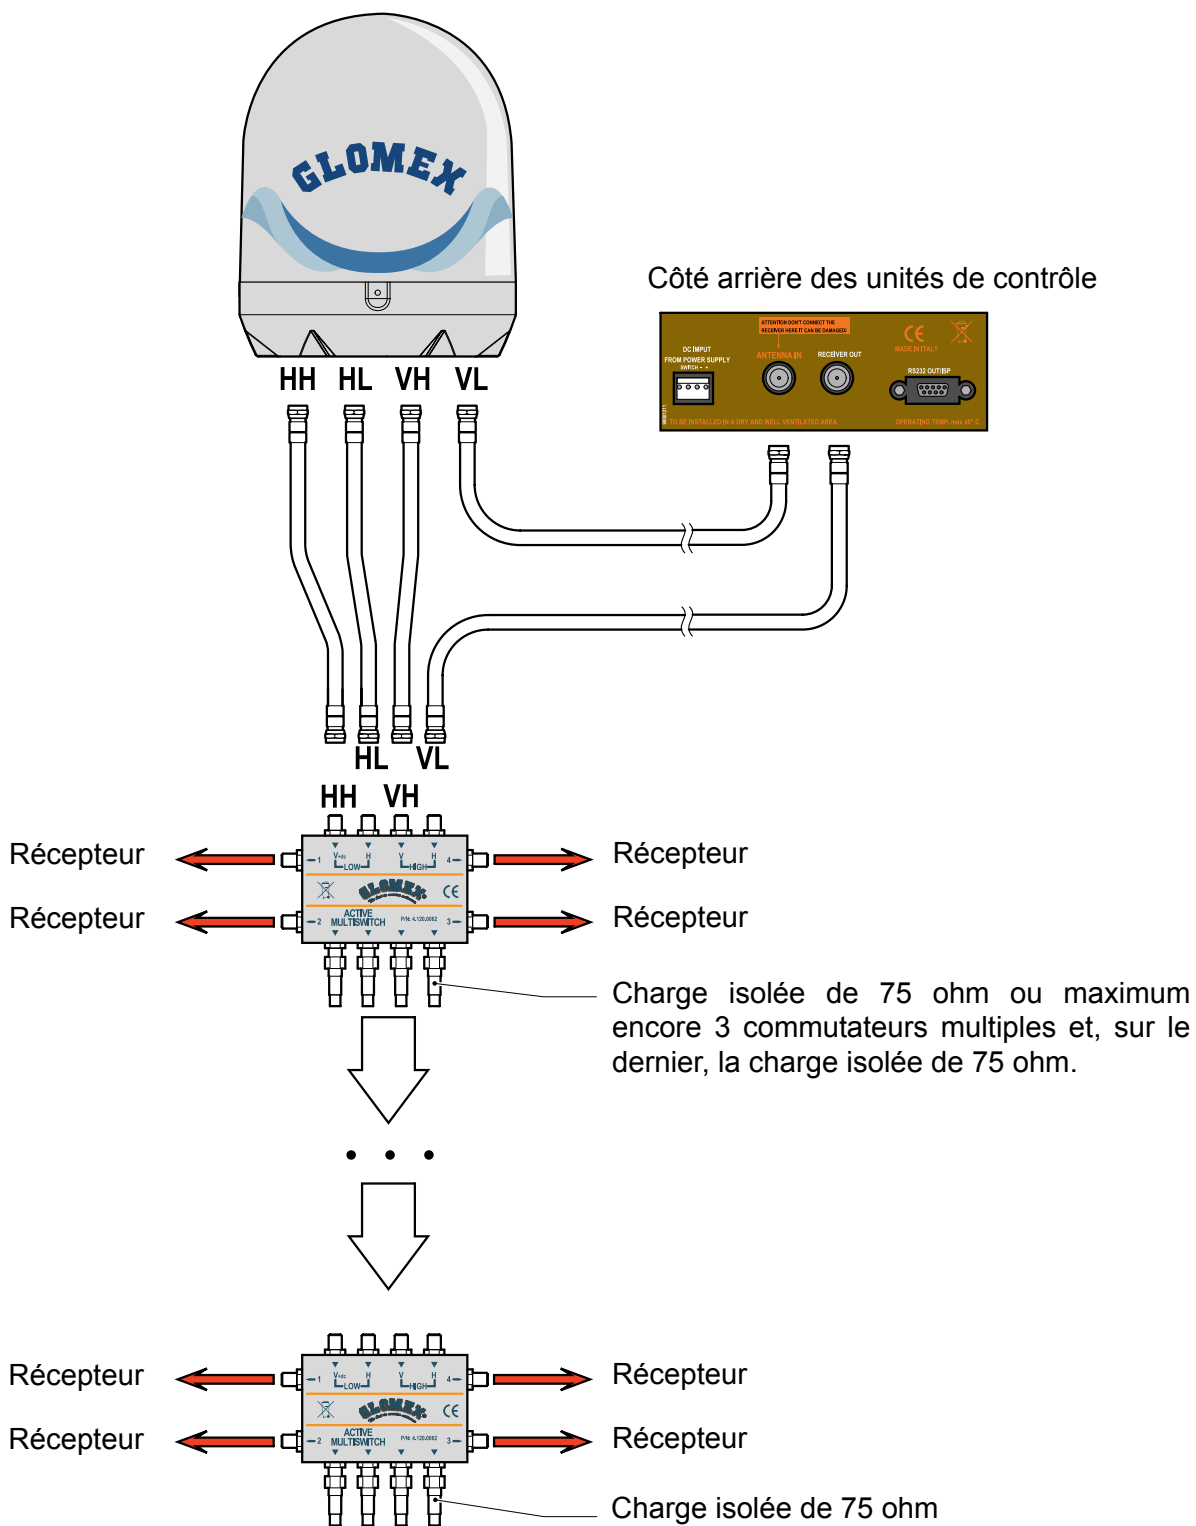

Fig. 20
6. Pour le modèle R9804, connecter les câbles en suivant les indications données dans la Fig. 20.